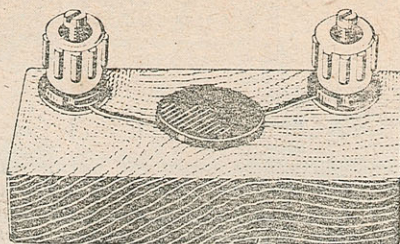

Рис. 7.
7. Конденсатор емкостью 30 пф (рис. 7). Условное обозначение —  $C_1$ .